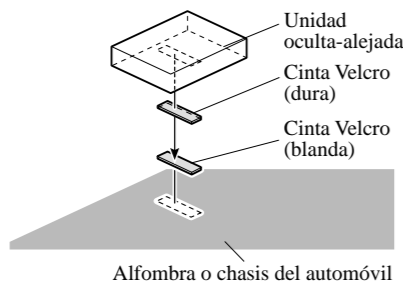

Fig. 9
- **Instale la unidad oculta-alejada con la cinta Velcro. (Fig. 9)**